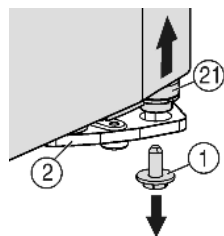

Fig. 5
- ▶ Unten rechts am Lagerbock die Sicherungsschraube Fig. 5 (1) herausdrehen.
- ▷ Der Lagerbolzen Fig. 5 (21) löst sich aus dem Lagerbock Fig. 5 (2).
- ▶ Falls sich der Lagerbolzen Fig. 5 (21) nicht löst, den Bolzen von unten herausdrücken.
- ▶ Sicherungsschraube Fig. 5 (1) unten in den Lagerbolzen eindrehen und festziehen (mit 4 Nm).